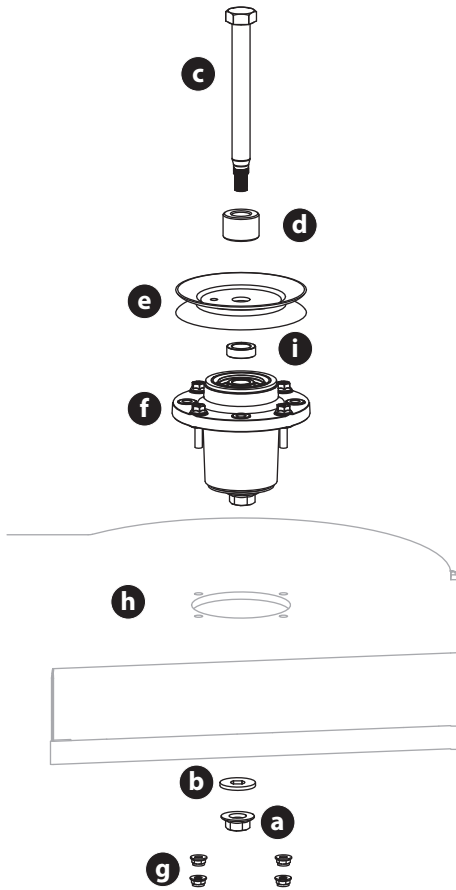

Fig. 48
6. Para retirar los montajes de husillo (Fig. 48):
- c. Extraiga las cuatro (4) tuercas de seguridad con brida (g) que fijan los montajes de husillo izquierdo y derecho (f) a la cubierta de la plataforma (h).
7. Invierta el proceso para instalar el conjunto del husillo. Al instalar el nuevo conjunto de husillo, asegúrese de instalar los elementos de ferretería exactamente como se muestra (Fig. 48). Apriete las tuercas de seguridad con brida a 13-20 pies-libras (18-27 Nm).